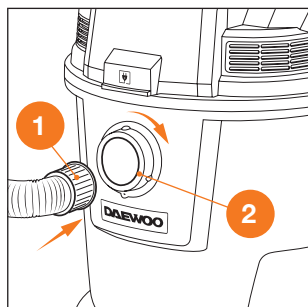

Рис. 4
- Установите всасывающий шланг **1** в гнездо **2** и зафиксируйте его, повернув по часовой стрелке до щелчка. Подсоедините к шлангу телескопическую штангу или трубку и наденьте необходимую насадку (Рис. 4).